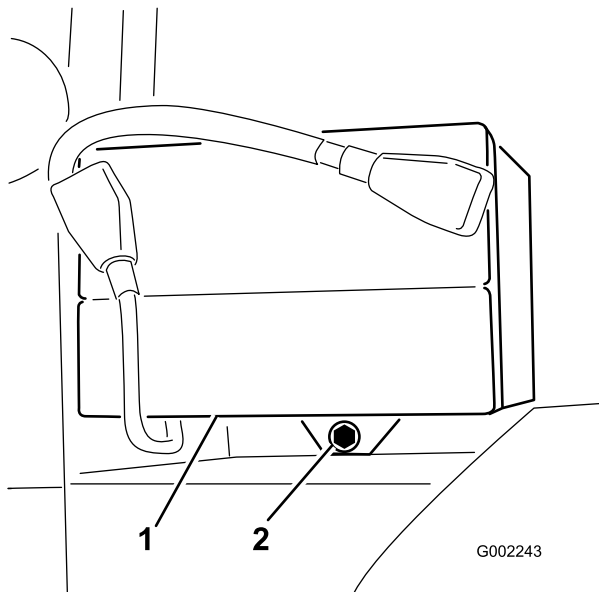

図 45
2. バッテリー・リテナーと固定金具を外す（図 45）。
3. バッテリー押さえを元通りに取り付ける（図 45）。